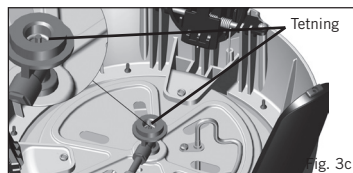

Fig. 3c
- Dersom det dannes bobler, er der en gasslekkasje. Fjern gasspatronen straks fra apparatet. Kontroller at alle forbindelser sitter godt og tett. Kontroller at pakningen er på plass og i god stand før du kobler til en gasspatron (Fig. 3c). Kontroller en gang til med såpevann etter at patronen er satt på plass igjen.
- Kontroller pakningen før gassbeholderen byttes ut (Se Fig. 3c).